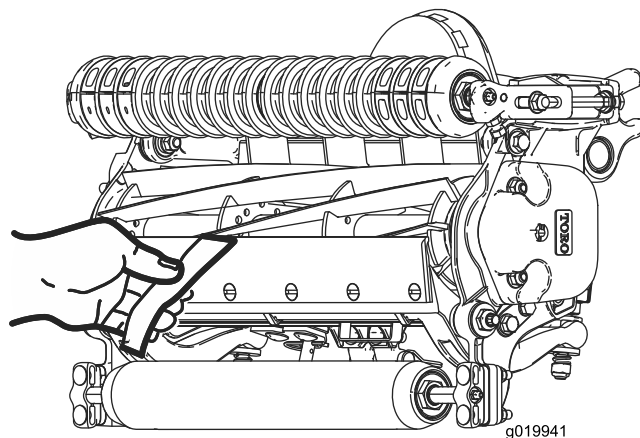

図 10
10. 切れ味確認用のペーパートロのパーツ番号 125-5610 を一枚、リールと下刃との間に、下刃に対して直角になるように差し入れて、カッティングユニットの切れ味をテストする図 10。**ゆっくりと** リールを回転させるこれで紙が切れれば合格である。